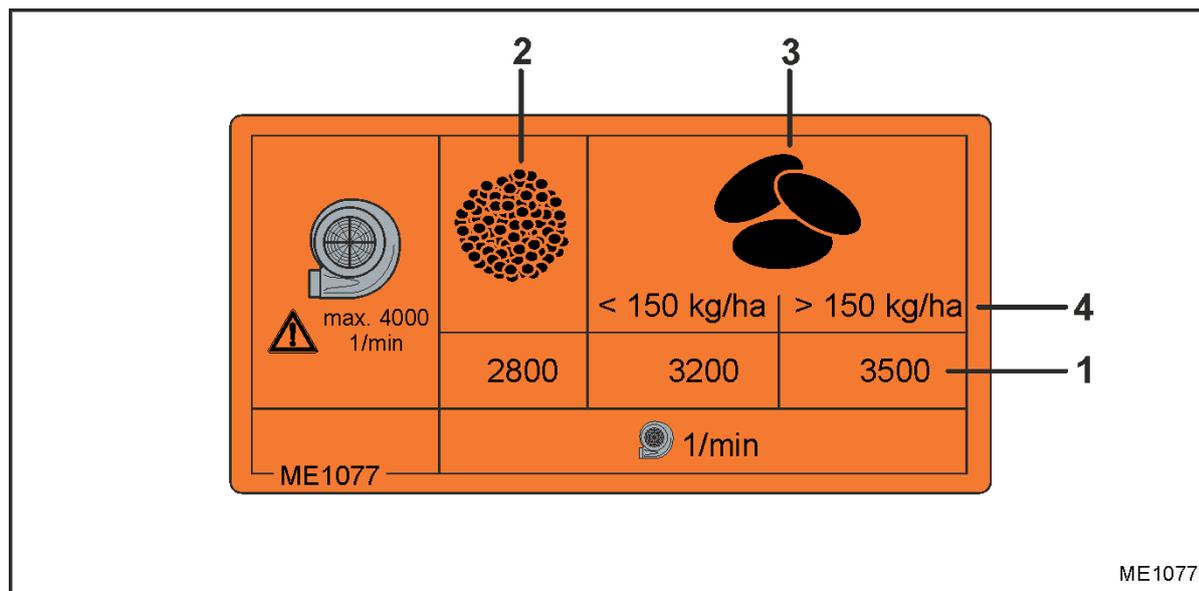

図 46
ファンの回転数は、生成されるエアフローの空気量を決定します。ファンの回転数が高いほど、生成される空気量が大きくなります。必要なファン指定回転数については表 (図 46、74ページ) を参照してください。
必要なファン回転数 (図 46/1) は種子により異なります。
- ・ 粒が細かい種子 (図 46/2)、
- ・ 穀類またはマメ類 (図 46/3) および播種量 (図 46/4) 。
種子 : 穀類 (図 46/3)
播種量 : 130 kg/ha (図 46/4)
必要なファン回転数 (図 46/1) : 3200 1/min